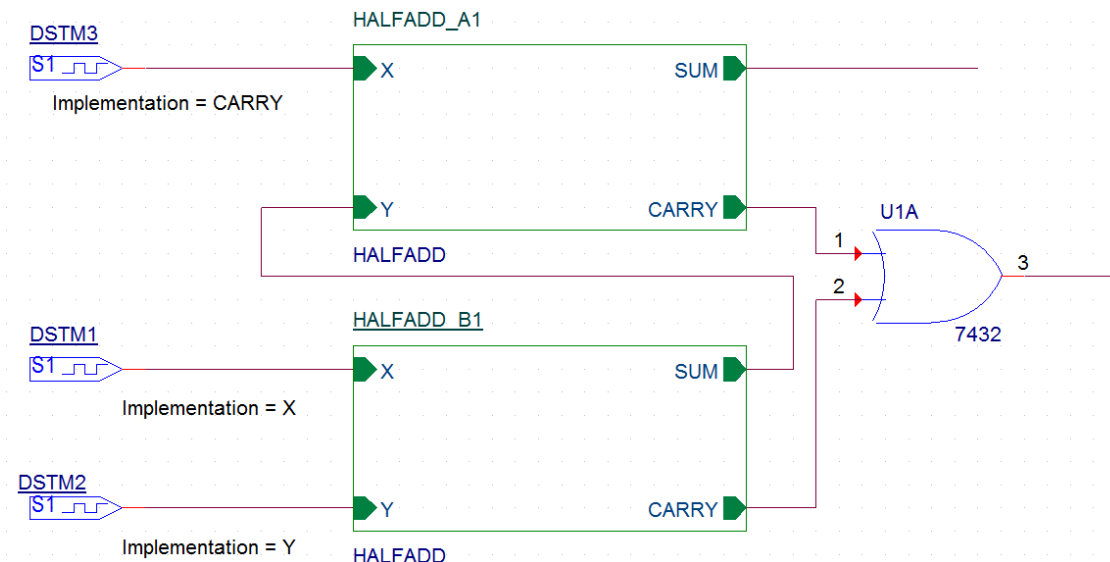

Рис. 18.14. Установка стимулов в проект
21. Укажите значение свойства по осуществлению как Carry, X и Y, соответственно (рис. 18.14).